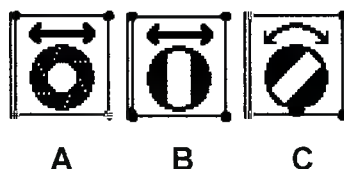

Рисунок 94
9.5.8.4.2 Для просмотра виртуального коллиматора используйте одну из следующих команд без выпуска рентгеновского излучения (см. рисунок 94):